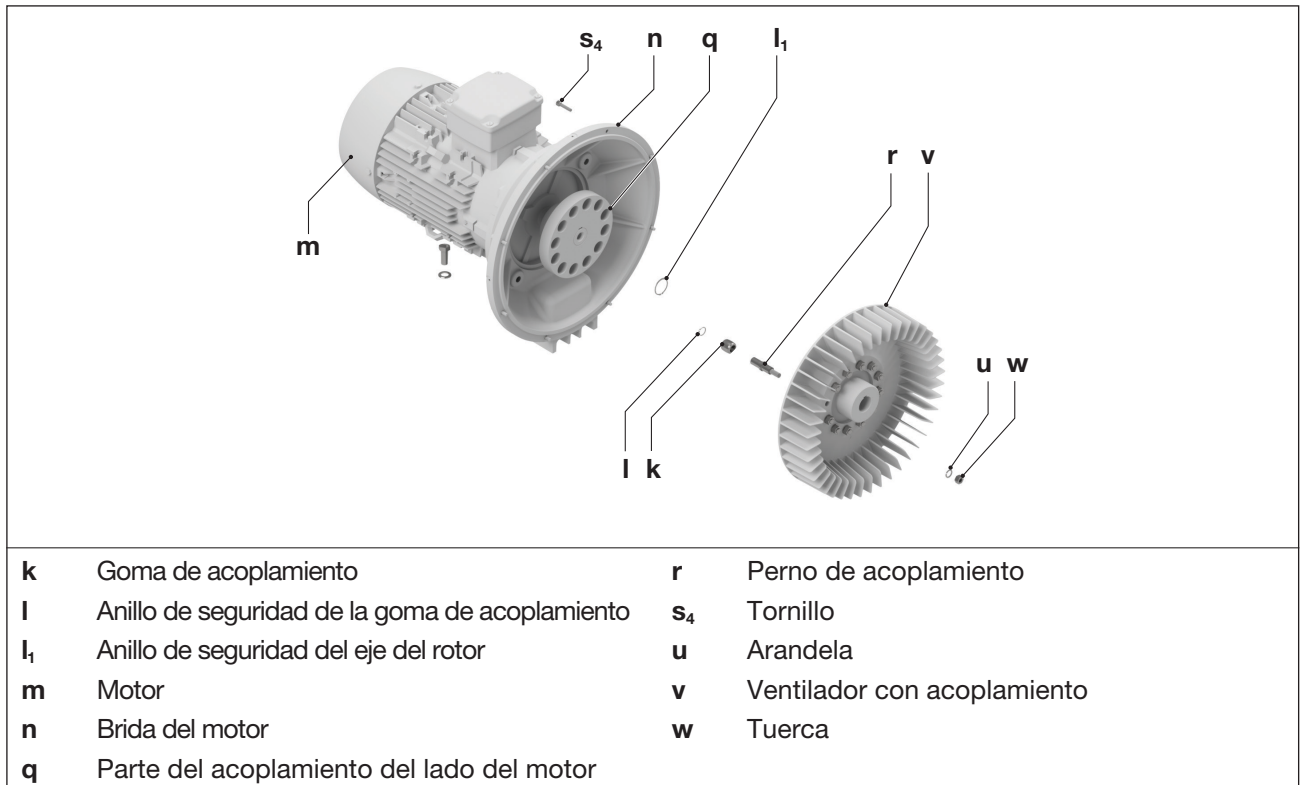

Fig. 11 Acoplamiento
Las gomas del acoplamiento (Fig. 11/k) están sujetas a desgaste y deben comprobarse periódicamente (al menos 1 vez al año). Si las gomas del acoplamiento están desgastadas, se producirá un ruido de golpeteo durante el arranque de la bomba.
- Afloje los tornillos (Fig. 11/s₄) en la brida del motor (Fig. 11/n).
- Extraiga axialmente el motor con su parte del acoplamiento (Fig. 11/q) de la brida del motor (Fig. 11/n) y suspéndalo mediante el equipo de elevación.
- Compruebe si las gomas del acoplamiento (Fig. 11/k) están dañadas o desgastadas. Sustituya las gomas de acoplamiento dañadas.
Para ello, retire primero los anillos de retención (Fig. 11/l₁) y, a continuación, las gomas de acoplamiento (Fig. 11/k) de los pernos de acoplamiento (Fig. 11/r). No retire el anillo distanciador (Fig. 11/p).
Para ello, retire el anillo de seguridad (Fig. 11/l₁). Extraiga el ventilador con acoplamiento (Fig. 11/v) del eje del rotor. Afloje las tuercas (Fig. 11/w) con las arandelas (Fig. 11/u). Vuelva a colocar los pernos de acoplamiento y fíjelos de nuevo al ventilador con las tuercas y arandelas.
- Vuelva a colocar el ventilador con el acoplamiento (Fig. 11/v) en el eje del rotor y fíjelo con el anillo de seguridad (Fig. 11/l₁).
- Introduzca las nuevas gomas de acoplamiento (Fig. 11/k) en los pernos de acoplamiento (Fig. 11/r). A continuación, fije los anillos de retención (Fig. 11/l₁).
- Vuelva a colocar el motor con su parte del acoplamiento de forma axial y fíjelo con los tornillos (Fig. 11/s₄) a la brida del motor (Fig. 11/n). Par de apriete: 25 Nm